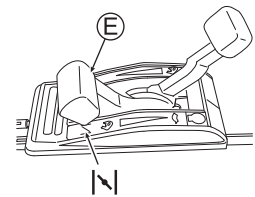

Fig. 12
3. Placez la manette des gaz (E) sur la position Starter "N". (Voir Fig. 12) (Vous pouvez démarrer le moteur en plaçant la manette sur "N" lorsque le moteur est chaud.)